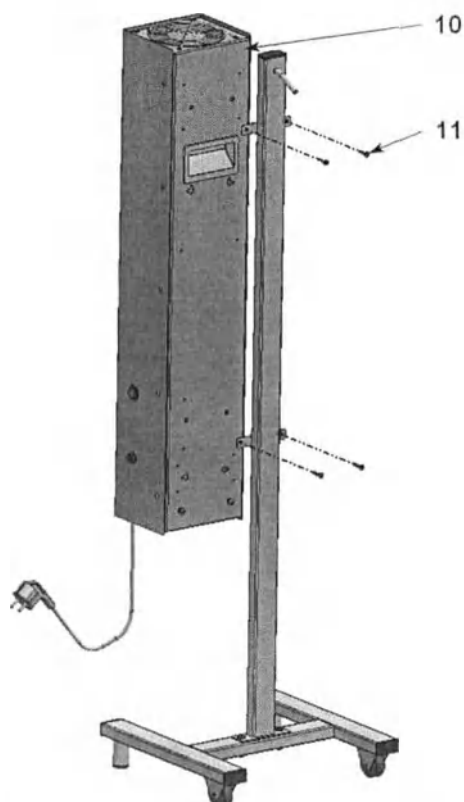

Рисунок 9. Облучатель серии РП смонтированный на передвижной стойке
На рис. 9 показан монтаж облучателя серии РП (10) на передвижную стойку за установочные отверстия винтами М4 (11).